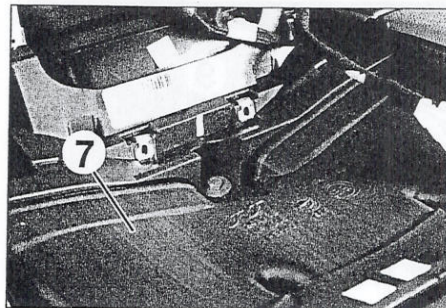

FIGURA 9-25
- Desmontar la conducción de aire central (7) comenzando por la parte trasera (figura 9-25).